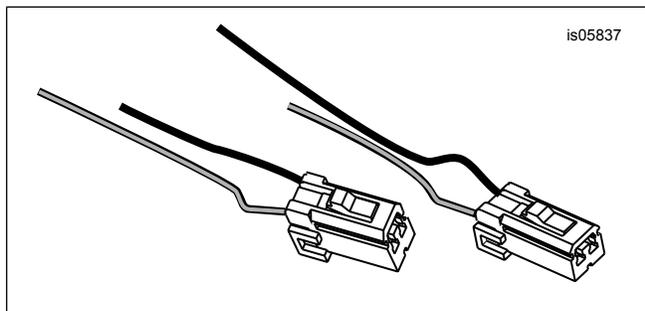

Figura 3. Corte das extremidades dos fios com conector
Os fios devem ser cortados para permitir que encaixem na barra do novo pisca-pisca. Remova o conduíte preto para permitir a ligação e combinar os cortes como mostrado na Figura 3 para que o conduíte encaixe nos conectores vedados após a religação dos fios.
4. Veja a Figura 3. Corte os fios preto (BK) e marrom (BN) a aproximadamente 10–15 cm (4–6 in) do conector fêmea do pisca-pisca direito [18B], ordenado como mostrado. Corte os fios preto (BK) e violeta (V) do conector fêmea do pisca-pisca esquerdo [19B] da mesma maneira. Guarde as extremidades cortadas dos fios com os conectores.